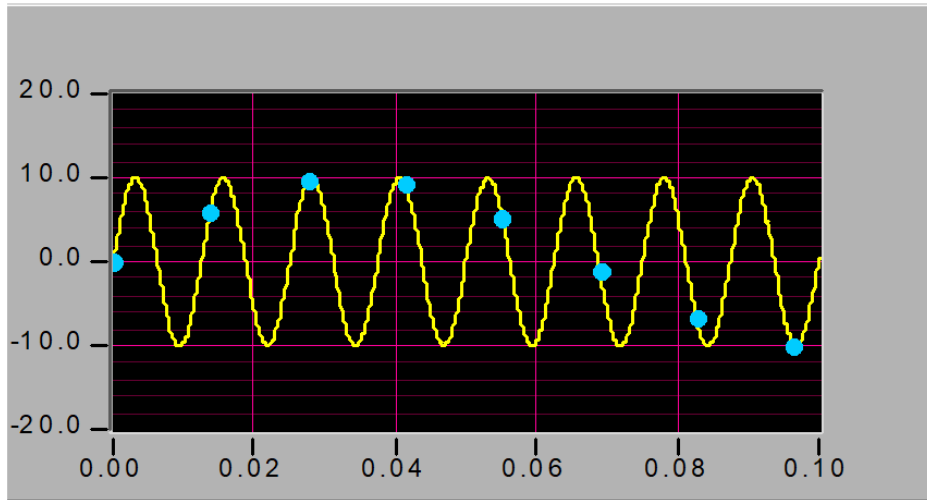

Figura 1.2: Subeșantionarea unui semnal [1].
- **Subeșantionare (Undersampling)** → apare fenomenul de alias (Figura 1.2) → imposibilitatea recuperării semnalului.